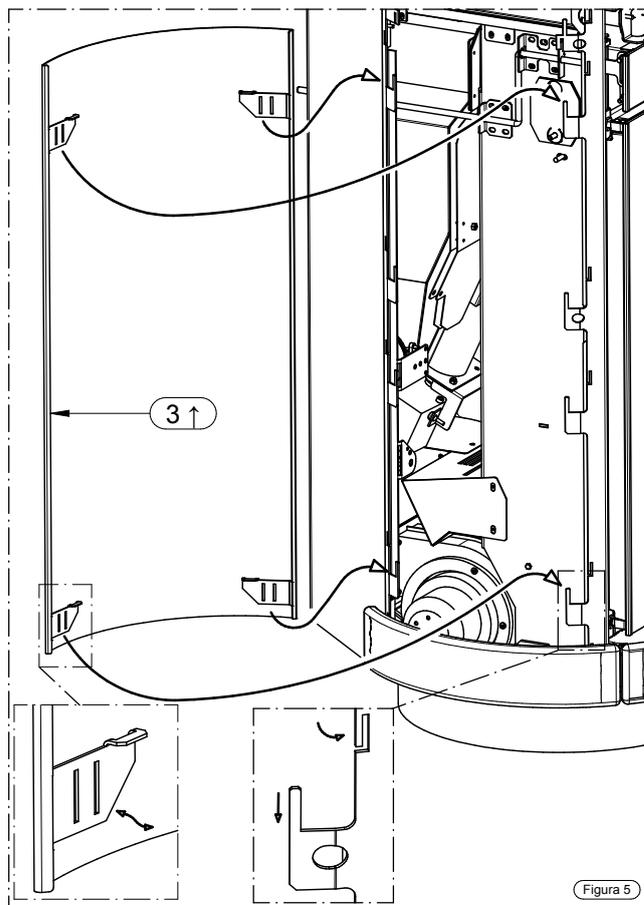

Figura 5
- In seguito procedere al montaggio della ceramica (3↑) e (4↑) seguendo le indicazioni della Figura 5 ovvero deformando leggermente i fermi fino a che la ceramica risulta essere ben solidale.
- In seguito procedere al montaggio del fianco Metalcolor (3↑) seguendo le indicazioni della Figura 5 ovvero deformando leggermente i fermi fino a che il fianco Metalcolor risulta essere ben solidale.